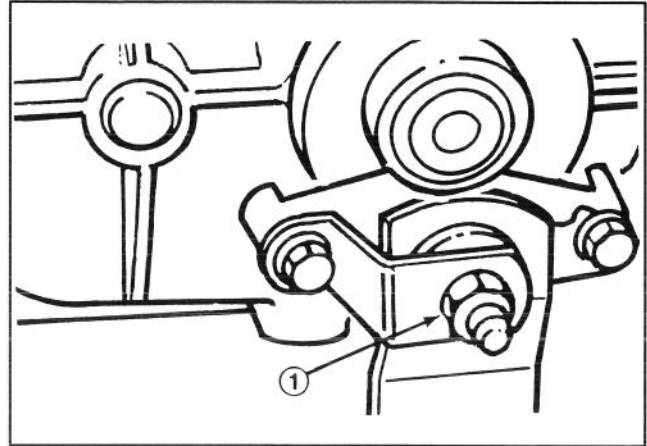

Abbildung 24
3. Die Gegenmutter um ca. Umdrehung im Uhrzeigersinn lockern (Abb. 24).